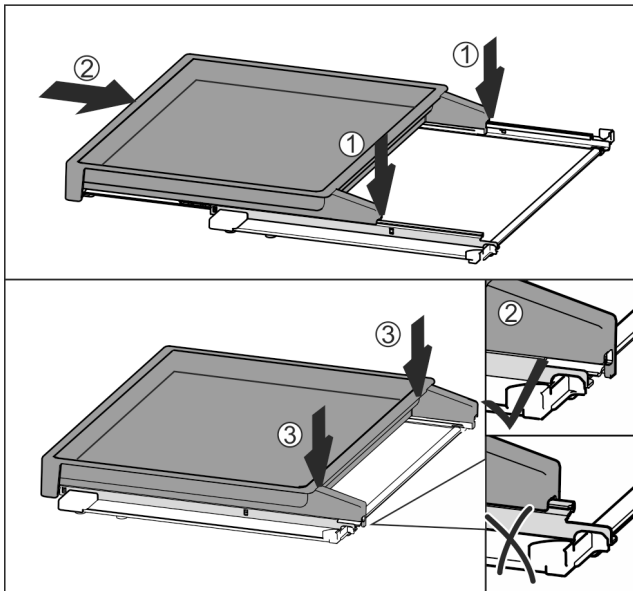

Fig. 37
- ▶ Встановіть по центру на рейки Fig. 37 (1).
- ▶ Повністю вставте витяжну панель Fig. 37 (2).
- ▶ Натиснути на задній бік, доки вона не зафіксується зі звуком Fig. 37 (3).